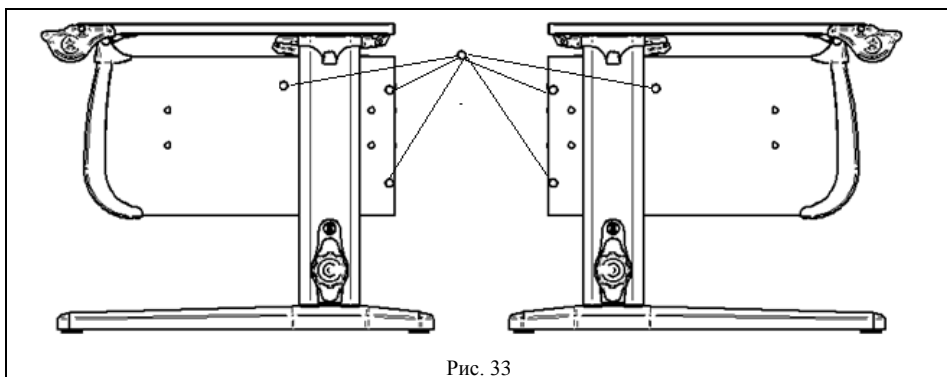

Рис. 33
4.7.1. Установить заглушки конфирмата (поз. 5, пакет № 75; поз.4, пакет № 76) согласно рис. 33; 33а.
Рис. 33а